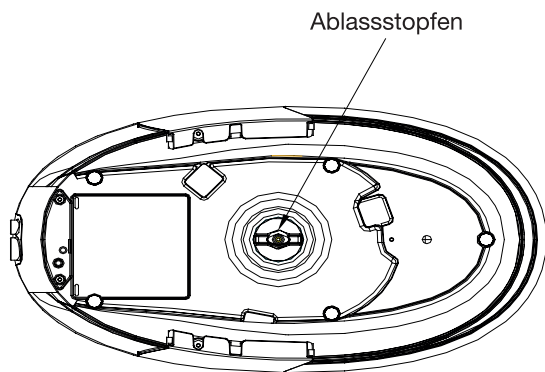

ABBILDUNG 6
3. Drehen Sie den Boiler um und schrauben Sie den Ablassstopfen ab (Abbildung 6), leeren Sie dann das im Boiler enthaltene Wasser.